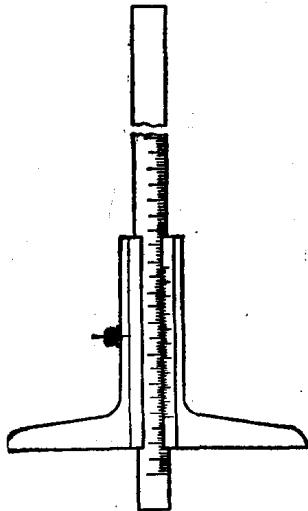
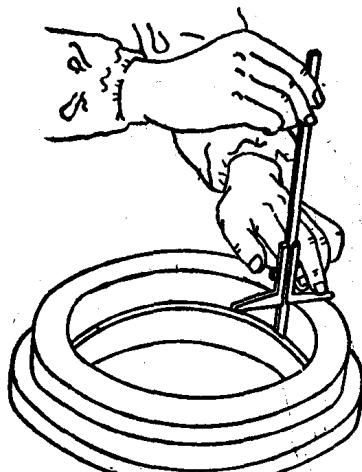

图1-38 深度游标卡尺
图1-39 深度游标卡尺测量方法
(5) 深度游标卡尺 主要用来测量镗削零件孔、沟槽和台阶孔的深度，见图1-38。它的读数方法与游标卡尺的相同，测量方法见图1-39。